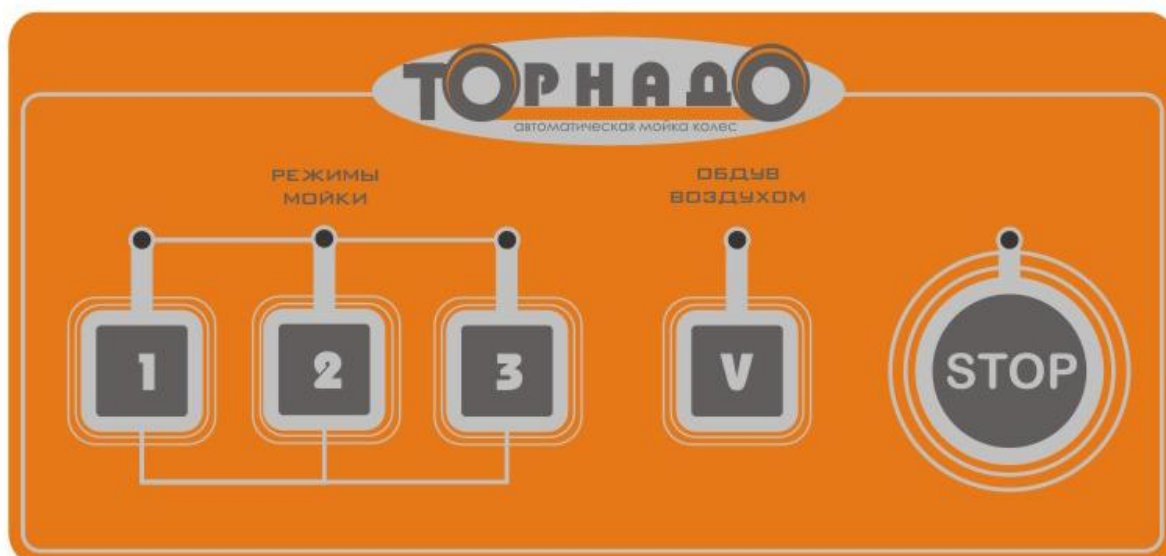

Рис. 5. Панель пленочная.
4.4. Наполнить ванну водой не ниже и не выше 3см отметки красного указателя, который расположен внизу моечного отделения между валами рис. 5